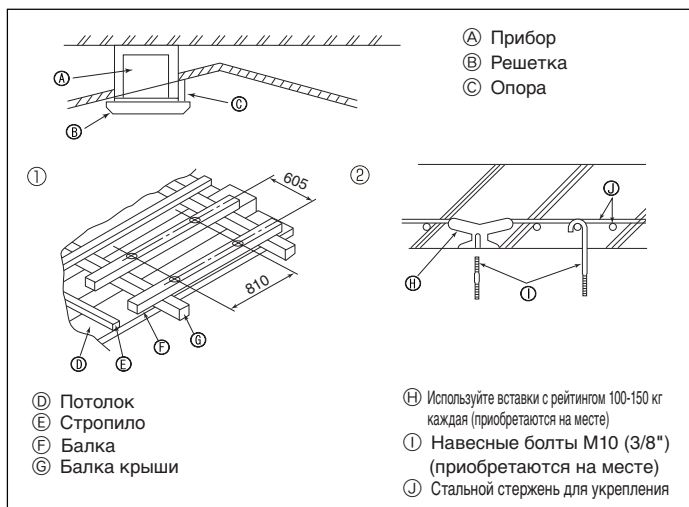

Fig. 3-5
3.5. Подвесная конструкция (Обеспечьте прочность на месте подвешивания) (Fig. 3-5)